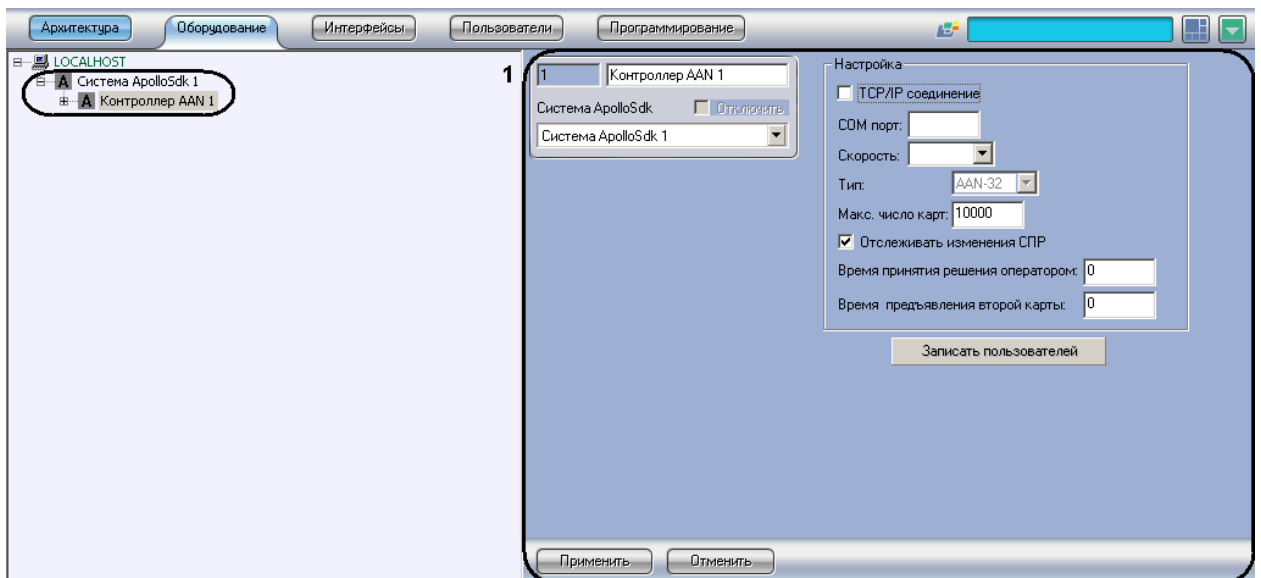

Рис. 3.3-2 Объект Контроллер AAN
1. Создать на базе объекта **ApolloSDK** объект **Контроллер AAN** (Рис. 3.3-2).
2. Перейти на панель настроек объекта **Контроллер AAN** (см. Рис. 3.3-2, 1).